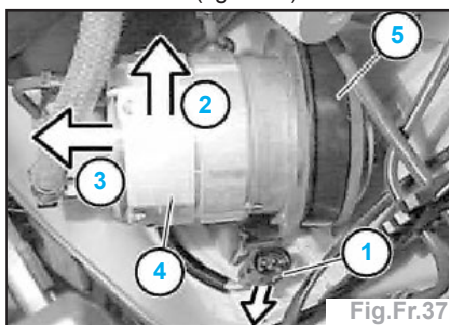

Fig.Fr.37
- Déverrouiller le connecteur (1) et l'extraire de la fixation (fig.Fr.37).